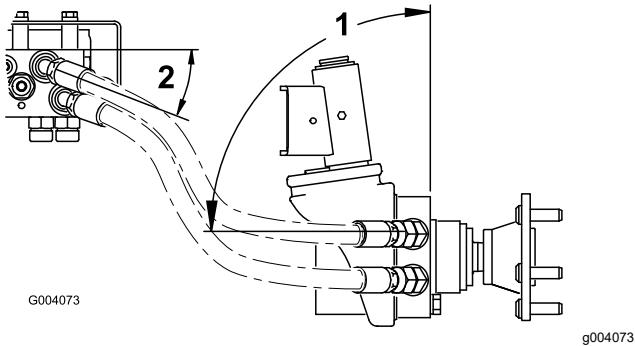

Figura 8
3. Repita el procedimiento con el motor de rueda derecho. Posicione las mangueras según se muestra en Figura 8 y apriete todos los acoplamientos de las mangueras.